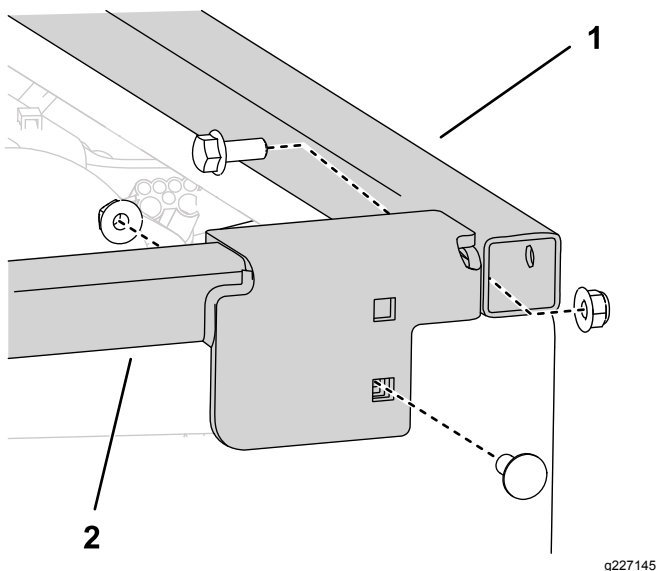

Figura 11
4. Ligue o conjunto do espaçador da plataforma direita à estrutura do tubo frontal com um parafuso e ao conjunto da estrutura da plataforma com um parafuso de carroçaria como se mostra na Figura 11.